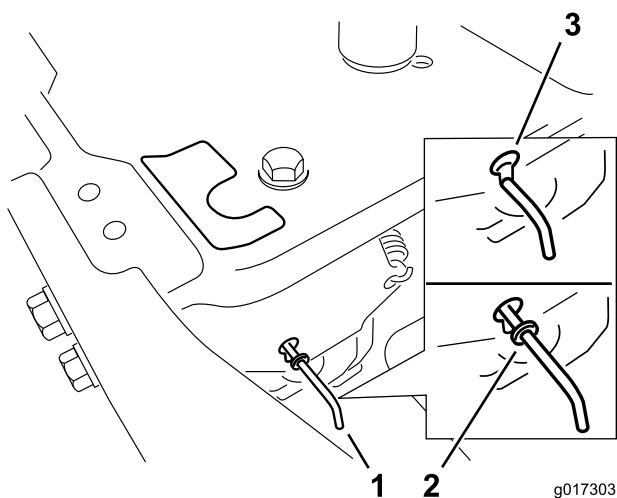

Figura 24
4. Mova as alavancas de derivação para a frente através do orifício da chave e para baixo para as bloquear no lugar (Figura 24).
Mova as alavancas de derivação para trás através do orifício da chave e para baixo para as bloquear no lugar, como se mostra em Figura 24.